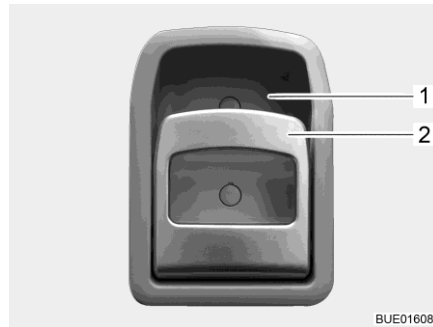

Bild 64 Türschloss (Eingangstür innen)
- Öffnen:** ■ Am Griff (Bild 64,2) ziehen. Das Türschloss wird entriegelt bzw. geöffnet.
- Verriegeln:** ■ Griff (Bild 64,2) oben in Richtung Griffschale (Bild 64,1) drücken. Das Türschloss wird verriegelt.